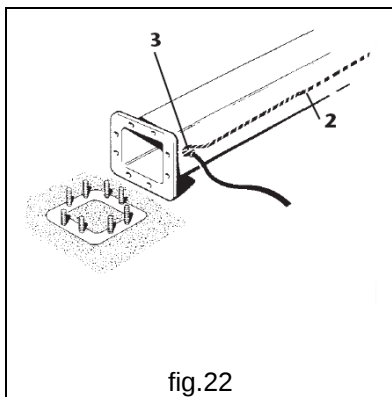

fig.22
- b. En el caso de que el cable **1** viniera del exterior, introducirlo en la columna a través de la guía de cable **3** ubicado en la base de la columna, hasta alcanzar el agujero **2** en la parte superior (fig.22)